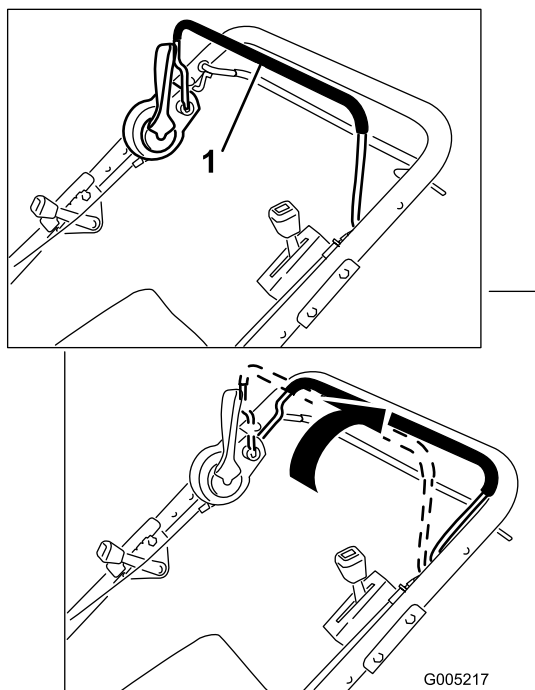

Figure 12
1. Serrez et maintenez la barre de commande de la lame contre le guidon (Figure 12).